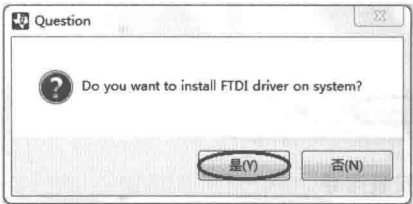

图 2.4 安装 FTDI 驱动程序问题对话框
(4) 接受默认安装目录或修改安装目录，单击 “Next”（下一步）按钮两次，开始安装 CC3200 SDK。安装完成后，显示如图 2.4 所示的问题对话框。